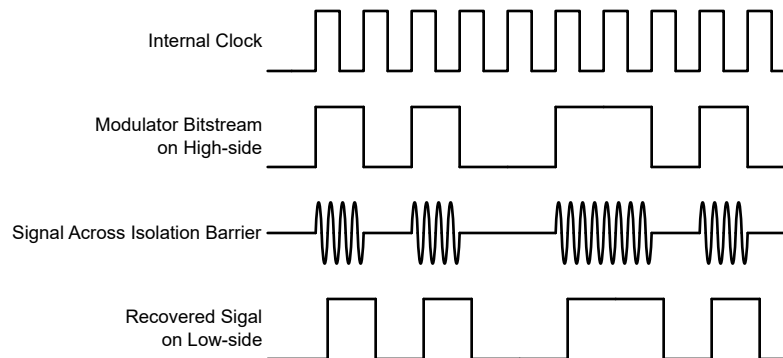

図 7-1. OOK ベースの変調方式
図 7-1 に示されているように、AMC0x00D は、オン / オフ キーイング (OOK) 変調方式を使用して、変調器の出力ビットストリームを、 SiO_2 ベースの絶縁膜間で伝送します。送信ドライバ (TX) を 機能ブロック図 示します。TX は、内部で生成された高周波キャリアを絶縁バリア越しに送信し、デジタル 1 を表現します。ただし、TX はデジタル 0 を表す信号を送信しません。AMC0x00D で使用されるキャリアの公称周波数は 480MHz です。